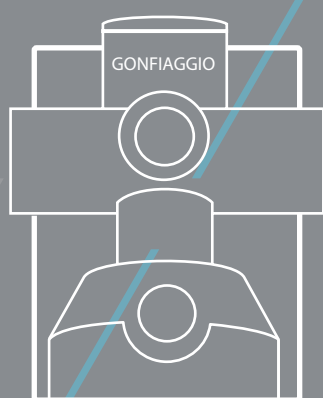

Figura 3.
- Per utilizzare correttamente la pompa, fissare il tubo ruotandolo in senso orario sull'uscita dell'aria etichettata con "Gonfiare" **Figura 3**.